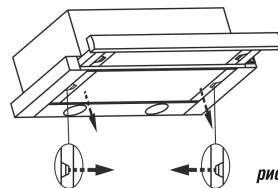

рис. 6
- снимите алюминиевый фильтр, для этого нажмите на пружинный замок на фильтре и потяните его вниз и на себя (рис. 6);
8.3 Для очистки алюминиевого фильтра извлеките его из вытяжки (рис.6). Произведите очистку фильтра с помощью щетки горячим водным раствором нейтрального моющего средства вручную или в посудомоечной машине (при 60°C).